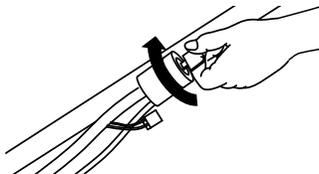
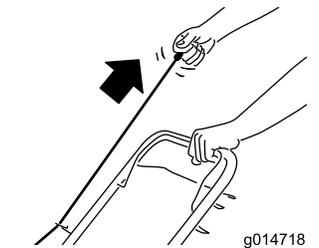

Figure 16
Figure 17
2. Insérez la clé dans le démarreur électrique et tournez-la (modèles à démarrage électrique uniquement ; voir Figure 16) ou tirez la poignée du lanceur (Figure 17).